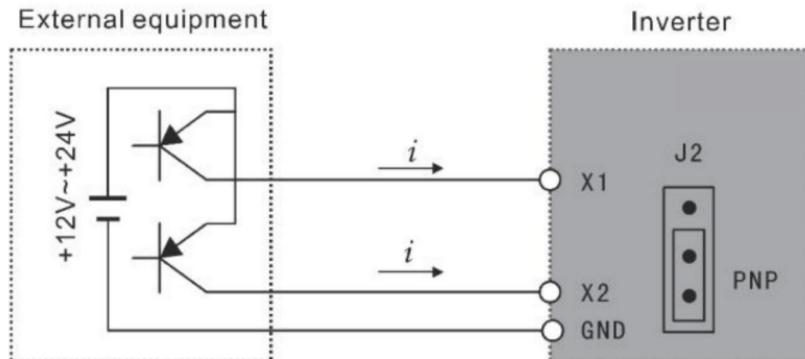

Figura 3-2 Modalità di cablaggio di tipo PNP
NPN (2) Quando viene adottata la modalità di cablaggio di tipo PNP per apparecchiature esterne, viene indotta una logica di tipo sorgente e la corrente fluisce dal terminale di ingresso (corrente di caduta) come mostrato nella Figura 3-2, allo stesso tempo è richiesto il parametro P067=1.